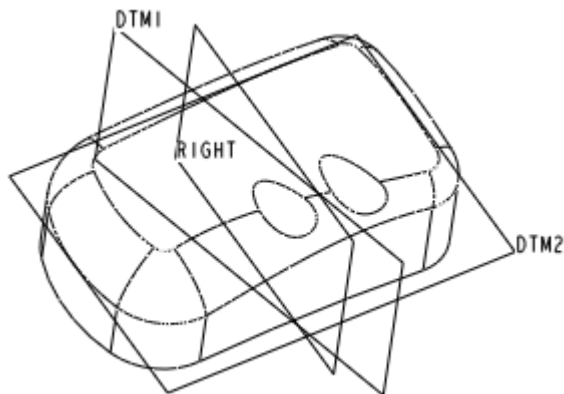

图 42-21
- (5) 在消息输入窗口中输入偏距尺寸值：14↓。
- (6) 单击【完成移动】 【完成】，单击鼠标中键完成特征的复制，如图 42-21 所示。